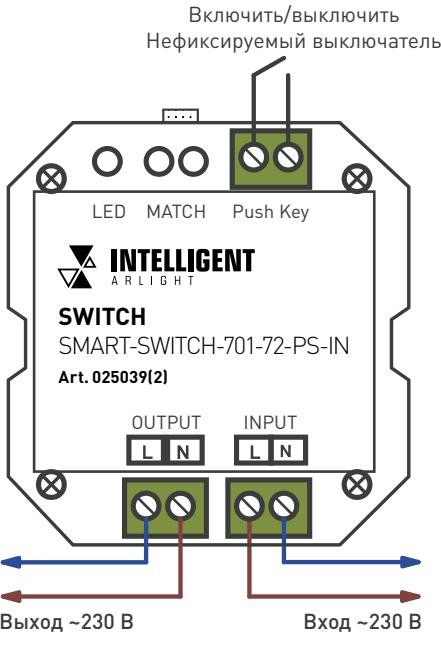

Рис. 1. Схема подключения релейного модуля
- 3.3. Подключите нагрузку к выходу OUTPUT выключателя, соблюдая порядок подключения проводов [см. рис. 1].
- 3.4. Подключите обесточенные провода электрической сети к входу INPUT выключателя, соблюдая порядок подключения проводов [см. рис. 1].